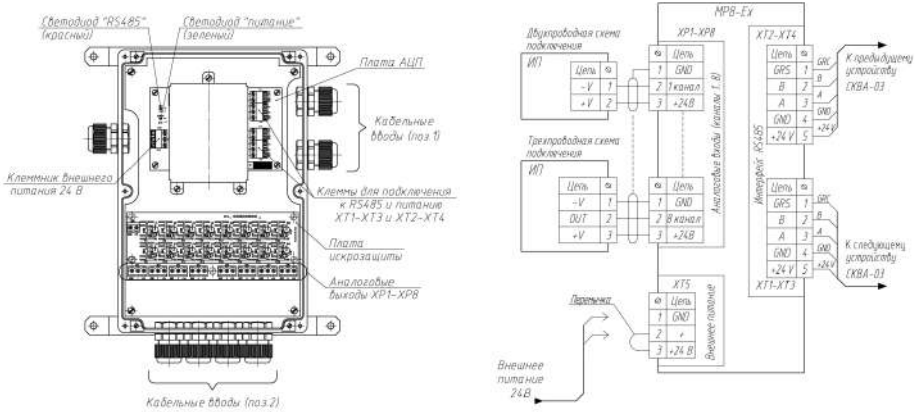

Рис.2
4.2 Подключение производить строго по схеме подключения рис.2.
4.3 Подключение ИП к МР и объединение МР с другими устройствами по интерфейсу RS485 выполняется по схеме рис.2 в следующем порядке:
Подключите жилы кабелей к разъемам (ХР1-ХР8) (для удобства, разъемы можно вынуть) в порядке, указанном в проектной документации и в соответствии со схемой рис.2. Подключение ИП к МР выполняется по схеме рис.2 (полярность подключения кабеля в случае двухпроводной схемы значения не имеет).
4.4 МР имеет возможность питания 24 В от внешнего источника. Для этого необходимо подключить источник питания к разъему ХТ5 (рис.2) (предварительно удалив перемычку) через соответствующий кабельный ввод.